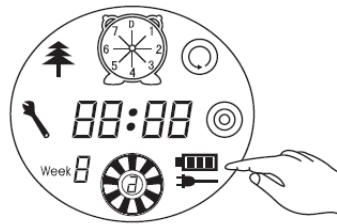

Figure 5
- Nachdem die Batterie aufgebraucht ist, wird der erste Balken des Ladesymbol flackern, wenn der zweite und dann der dritte Balken flackert zeigt es das es am Aufladen ist. Wenn es aufhört zu flickern dan bedeutet es das es Geladen ist. (Siehe 4 und Abbildung 5 Abbildung)